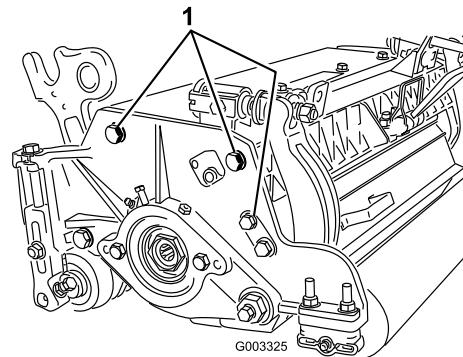

Figura 14
**Nota:** La posición del rodillo trasero respecto al molinete es controlada por las tolerancias de mecanizado de los componentes ensamblados, y no es necesario ajustar el paralelismo. Es posible hacer ajustes limitados colocando la unidad de corte en una chapa plana y aflojando los tornillos de caperuza de montaje de las chapas laterales (Figura 14). Ajuste los tornillos de caperuza y vuelva a apretarlos. Apriete los tornillos de caperuza a 37-45 Nm.